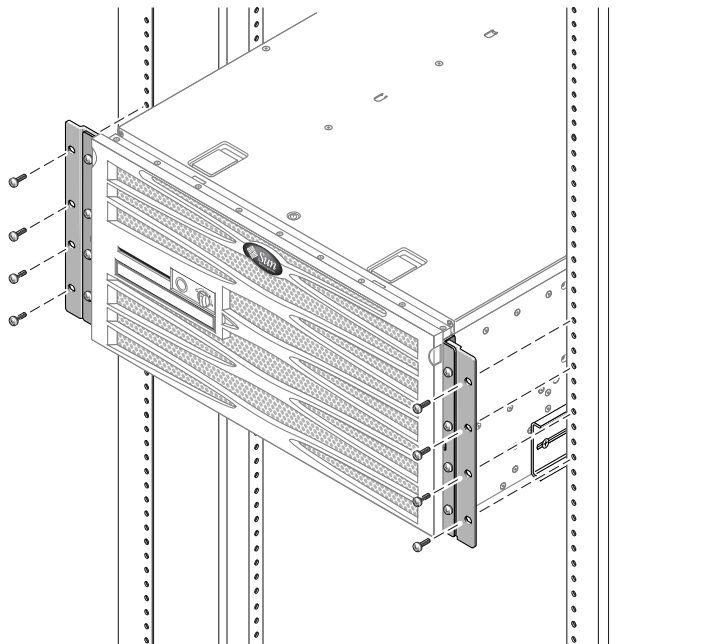

BILD 3-21 Fästa de främre justeringskonsolerna för 600 mm i racket
9. Använd fyra skruvar på varje sida och fäst de främre justeringskonsolerna för 600 mm vid rackets framsida (BILD 3-21).